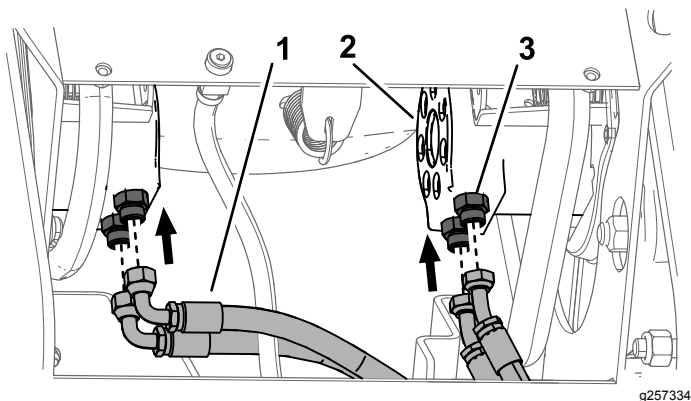

Figura 12
7. Instale los acoplamientos hidráulicos en los nuevos motores de las orugas (Figura 12). Apriete a entre 136 y 163 N·m.